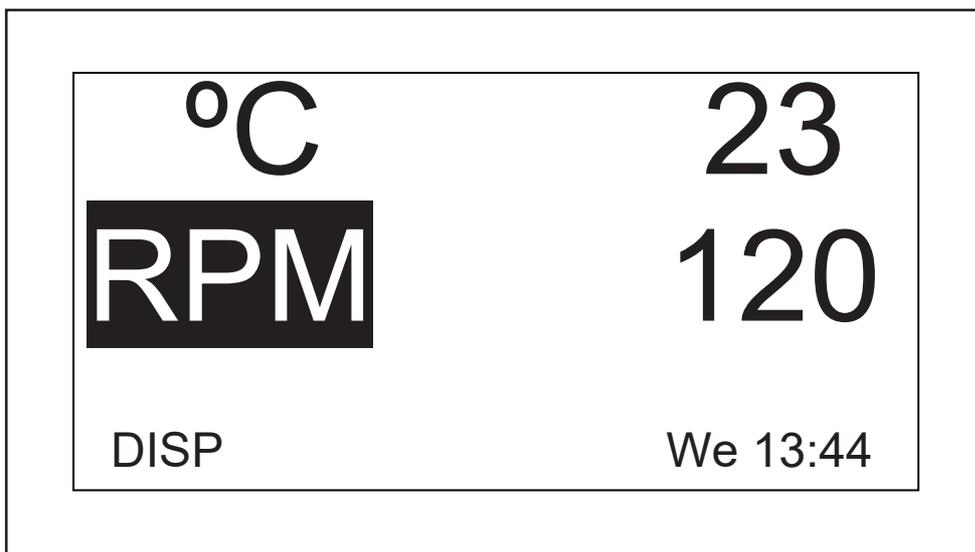

Fig. 9-1: Changement du paramètre d'affichage
1. Tourner le bouton de commande pour sélectionner le paramètre que vous voulez remplacer. Dans cet exemple, nous allons remplacer *RPM* (voir Fig. 9-1 à la page 50).